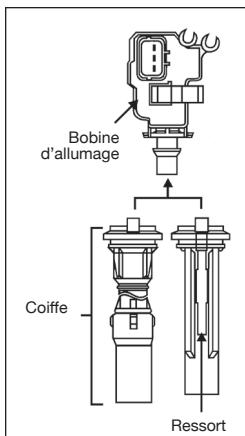

Fig. 1
- Fixer la nouvelle coiffe isolante sur la bobine d'allumage en la pressant jusqu'à ce qu'elle soit bien assemblée avec la bobine d'allumage. (Voir Fig. 1)